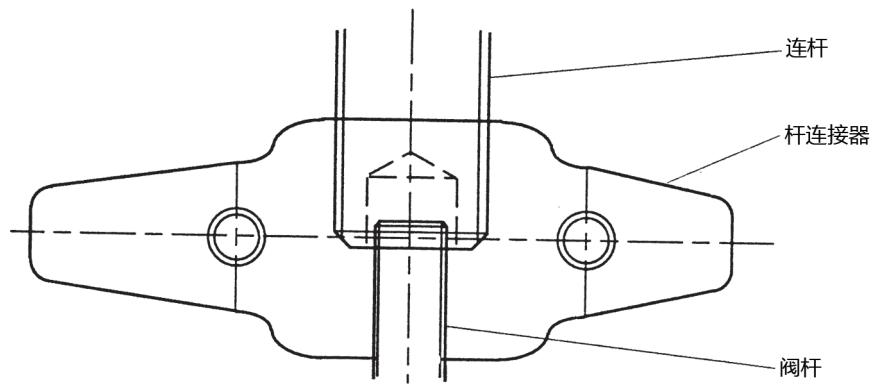

图 7-1 正或反作用型的调整
7. 在上述状态下，通过调整连接执行机构推杆和阀推杆的杆连接器的螺纹，使执行机构杆和阀杆对成一直线，然后牢固拧紧杆连接器的紧固螺栓。（参见图 7-1）
6. 执行与项目 A " 正作用型 " 步骤 (7) 相同的步骤。（参见图 7-1）